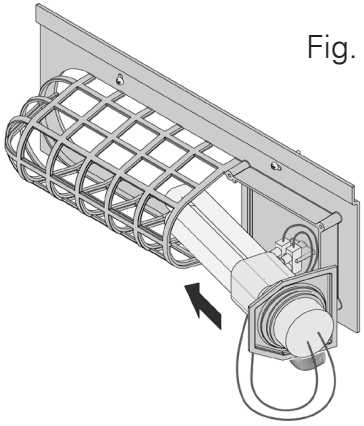

Fig. 3
6. Inserire la lampada nella gabbia di protezione, rimettendo il supporto nella sua sede (fig. 3).
6. Insert the lamp in the protective cage, putting the bulb holder into place (fig. 3).